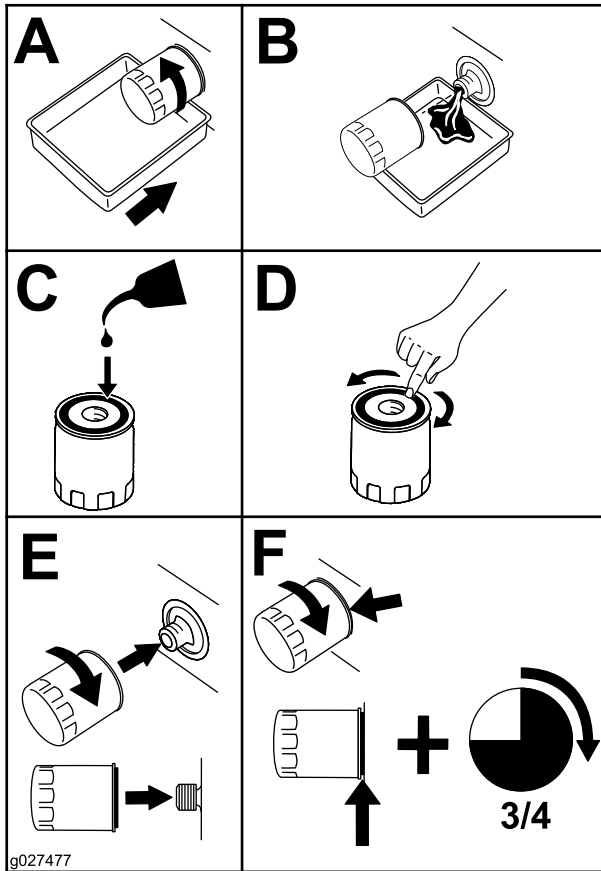

Figure 34
- Remplacez le filtre à huile moteur (Figure 34).